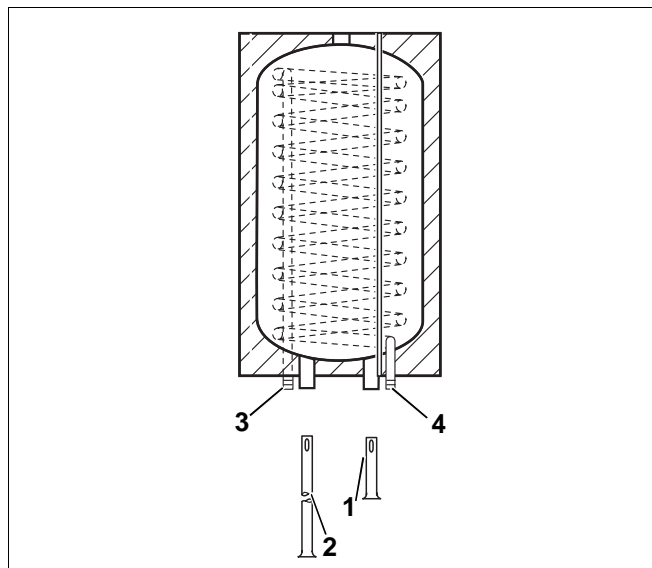

Abb. 8 Anschluss von unten (Montage der Speicher seitlich)
- Langes Tauchrohr von unten in AB eindrücken (Abb. 8, Pos. 2).
- Kurzes Tauchrohr von unten in EK eindrücken (Abb. 8, Pos. 1).
Legende für Abb. 8: